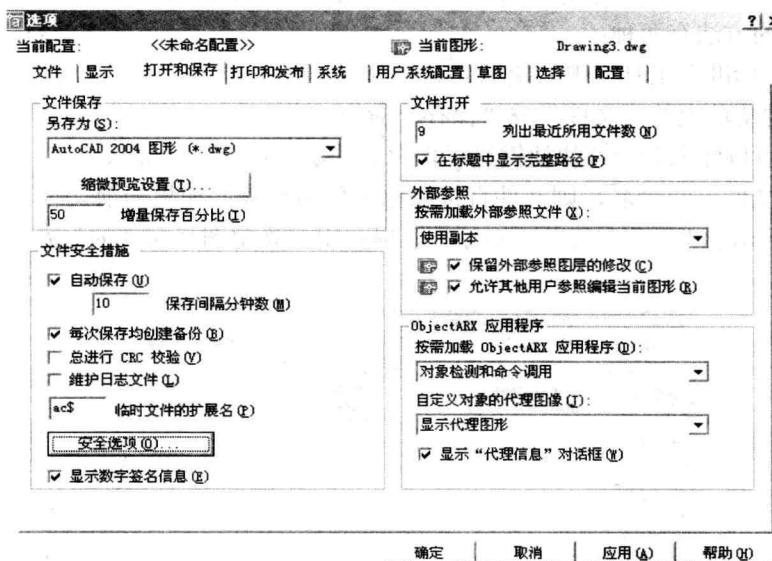

图 1.8
(2) 点击主菜单上的“工具”→“选项”命令，在弹出的“选项”对话框中单击“打开和保存”选项卡，在“文件安全措施”选项区中选中“自动保存”复选框，然后在“保存间隔分钟数”文本框中输入新的保存时间，如图 1.8 所示。AutoCAD “自动保存”选项是默认选项。